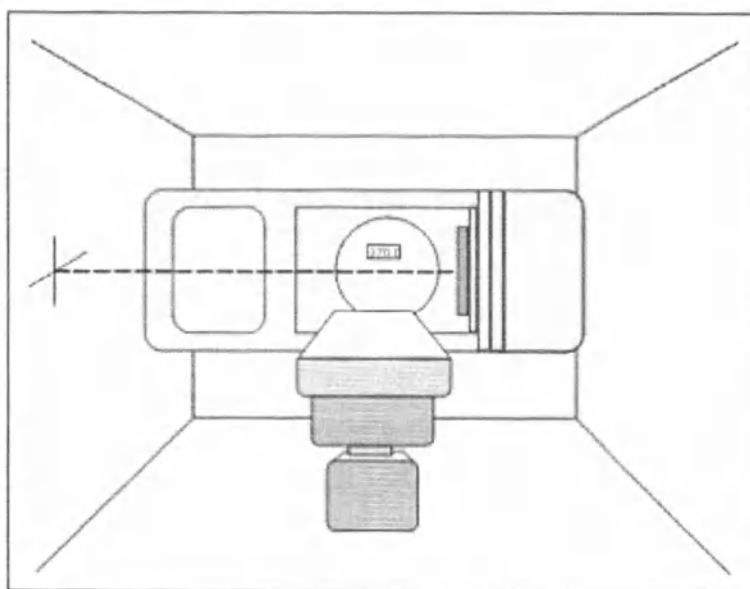

Рисунок 2-1 – Коллиматорная проекция
- b. Поверните раму аппарата на 270° и выполните проекцию перекрестья на стену (см. *Рисунок 2-1 – Коллиматорная проекция*). Убедитесь, что рама аппарата и коллиматор были выровнены по перпендикуляру.